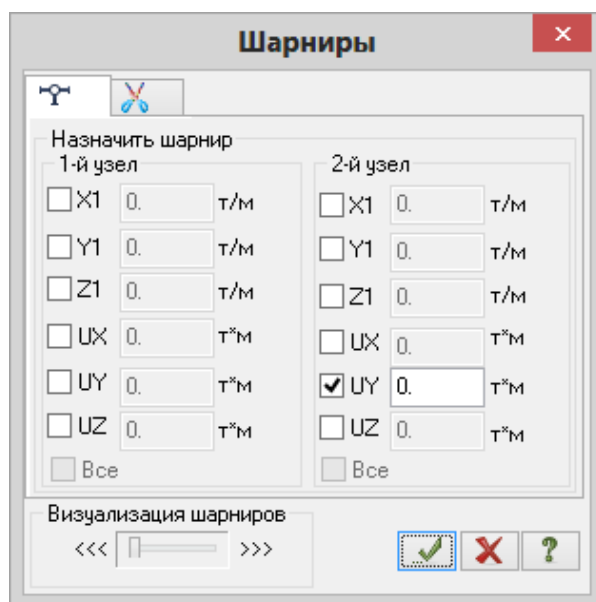

Рис.3.4. Диалоговое окно **Шарниры**
- Щелчком по кнопке  – **Шарниры** (панель **Редактирование стержней** на контекстной вкладке **Стержни**) вызовите диалоговое окно **Шарниры** (рис.3.4).